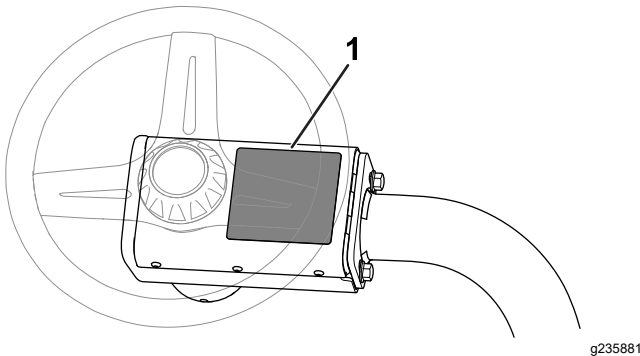

Figura 13
- Coloque la pegatina de advertencia CE (pieza n.º 136-8505) sobre la pegatina de advertencia existente (pieza n.º 136-8506); consulte la Figura 13.